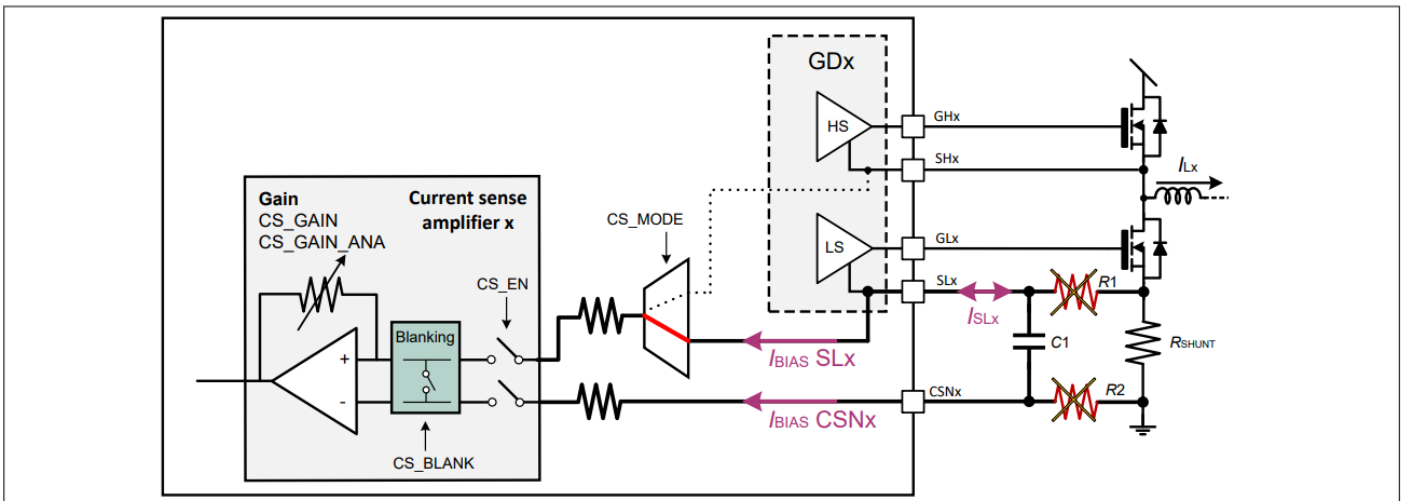

图 72 电流检测放大器输入滤波
SLx 和 CSNx 处的 RC 滤波器并非理想选择，因此必须谨慎操作。电阻 R1 和 R2 如图 72 所示，由于放大器偏置电流和/或栅极驱动器电流，会引入意外的压降，从而影响 R_{SHUNT} 电流检测精度。R1 还会限制低侧 (LS) 栅极驱动器的电流，实际上充当了 R_g 电阻。可以在 SLx 和 CSNx 之间并联一个电容 (如下所示的 C1)。这会增加 MOSFET 开关期间的开关噪声，同时提高稳态值。较大的电容值会加剧这种影响。根据应用情况，可以调整该值。并联电容器应靠近 PCB 上的 SLx 和 CSNx 输入引脚，100 pF 至 1 nF 之间的值可以是一个很好的起点。